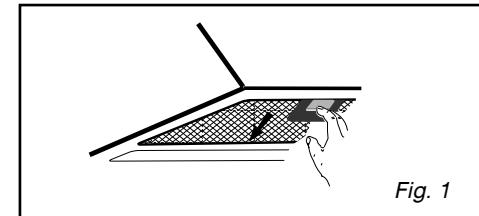

Fig. 1
- Spingere l'impugnatura integrata del filtro cassetta (Fig.1).